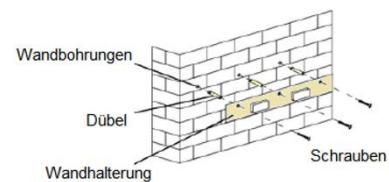

Fig. 1
2. Taladre tres orificios en la pared (véase Fig. 1).